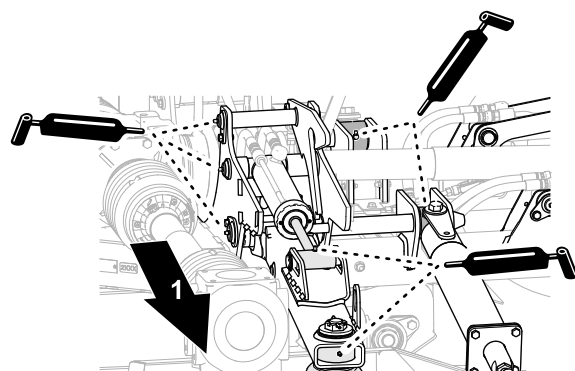

Figura 52
- Applicate il grasso specificato a bracci di sollevamento, cilindri idraulici e montanti di impatto dei piatti di taglio sinistro e destro (Figura 52).